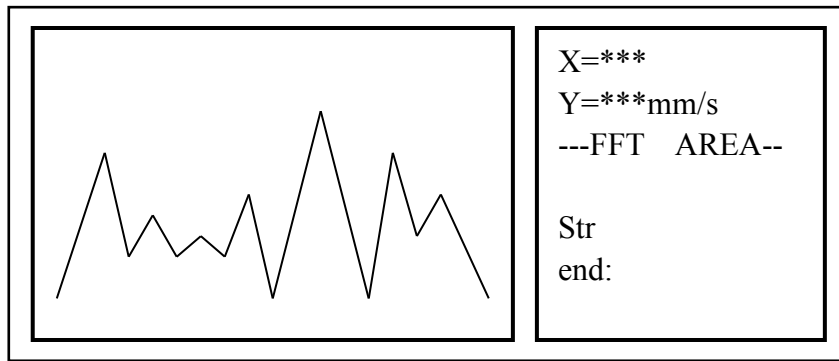

图 4-46
(1) 在信号分析菜单下，按◀或▶键将光标移动到<FFT 分析>，按|执行|键，屏幕显示如图 4-46；